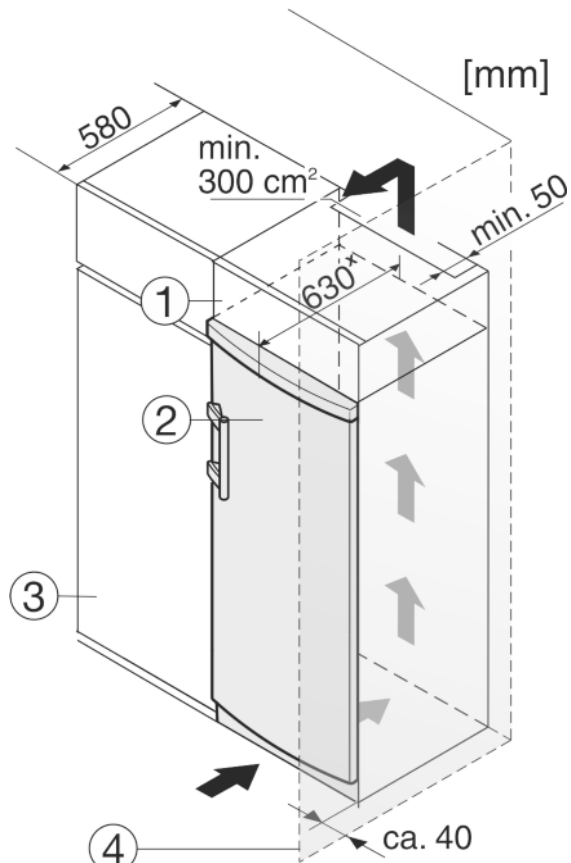

Fig. 10
(1) Uždedama spintelė
(2) Prietaisas
(3) Virtuvės spinta
(4) Sieną
Prietaisą galima montuoti į virtuvės spintelės. Norint prietaisą Fig. 10 (2) priderinti prie nišos aukščio, virš jo galima įrengti uždedamą spintelę Fig. 10 (1).
Kai prietaisas montuojamas į standartinės virtuvės spintas (maks. gylis 580 mm), tuomet prietaisą galima statyti tiesiog šalia virtuvės spintos Fig. 10 (3). Prietaisas išsikišęs iš už virtuvės spintos priekinės dalies 34 mm × šonuose ir 50 mm × prietaiso viduryje.
Jeigu prietaisas su vyriais statomas greta sienos *Fig. 10 (4)*, mažiausias atstumas tarp prietaiso ir sienos turi būti 40 mm. Šis statusas atitinka rankenų išsikišimą esant atvertoms durims.